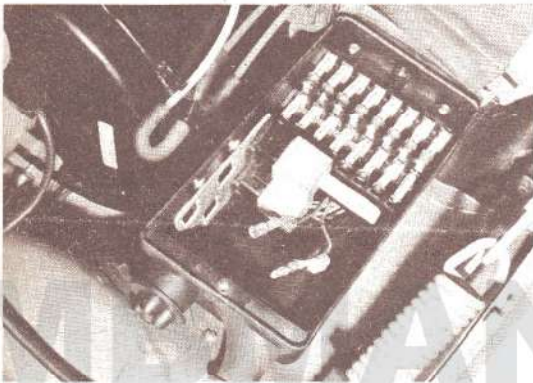

Fig. 6
4. NF-Teil (Fig. 6):
- c) NF-Teil-Befestigungsplatte nach Fig. 6 anschrauben.
4. Power pack (fig. 6):
- c) Screw on the power pack fastening plate according to fig. 6.